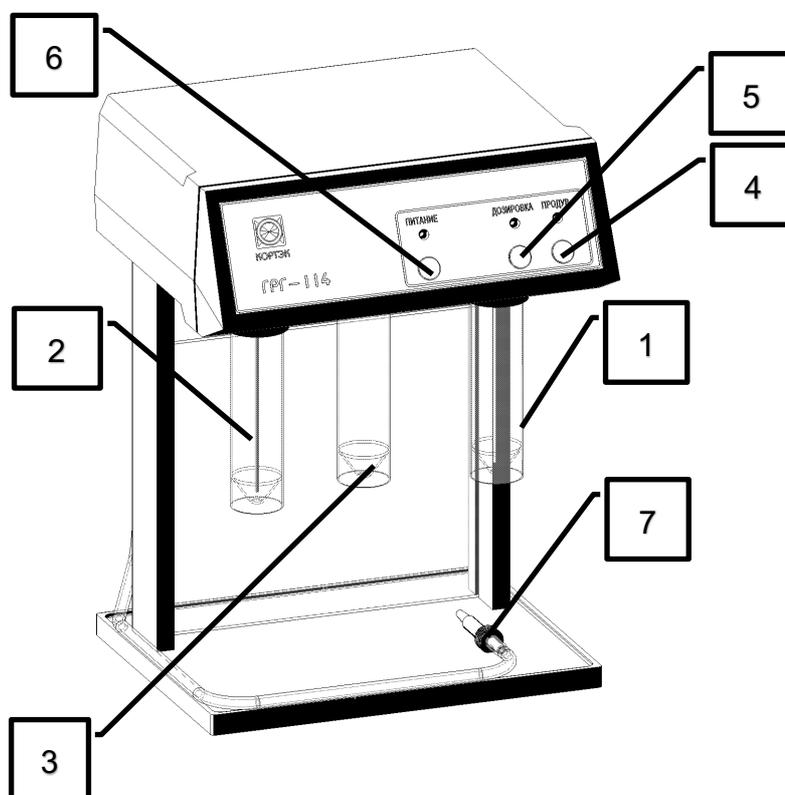

Рис. 1 Генератор. Вид спереди
Аликвоту анализируемого раствора (5-20 мл) вводят в реактор генератора (рис. 1) ручным дозатором. При включении программы в реактор вводится необходимый объем восстановителя-раствора (двухлористого олова) и включается барботаж раствора аргоном. При интенсивном перемешивании раствора и раствора восстановителя происходит восстановление ртути и образование атомного пара ртути. Поток аргона атомный пар ртути переносится в специально обработанную графитовую печь. Эта графитовая печь изнутри покрыта слоем золота, адсорбирующего атомы ртути. Ртуть связывается золотом и накапливается в графитовой печи.
Внешний вид генератора представлен на рис. 1 и 2.
На лицевой панели генератора (рис. 1) расположены:
- 2.2.6.** В позицию для влагоотбойника (3 на рис. 1) плотно, но, не прилагая чрезмерных
усилий, вкрутить чистый сухой пластмассовый стакан с резьбой, входящий в комплект генератора. Чистый сухой пластмассовый стакан с резьбой, входящий в комплект генератора, заполнить на 25-30 мл 10 %-м раствором двухлористого олова и плотно, но, не прилагая чрезмерных усилий, вкрутить в позицию для восстановителя (2 на рис. 1).
- 2.4.1.** Дозатором, входящим в комплект генератора, ввести в реакционный стакан аликвоту анализируемого раствора и плотно, но, не прилагая чрезмерных усилий, вкрутить его в соответствующую позицию (1 на рис. 1).
- 2.4.2.** Вставить переходник с наконечником на 100 мкл (7 на рис. 1) в дозировочное отверстие графитовой печи. При использовании в спектрометре устройства подачи проб типа УПП переходник необходимо установить в держатель, а на него надевается наконечник. Для удобства настройки попадания наконечника в